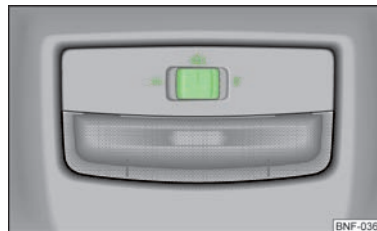

Fig. 25
- Poussez l'interrupteur sur la position **1** » fig. 25.
- Poussez l'interrupteur sur la position **0** » fig. 25.